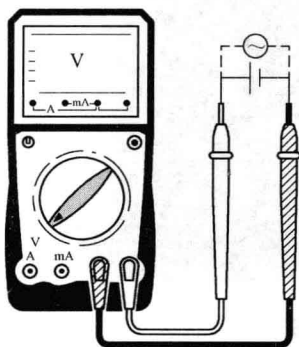

图 1-8 交、直流电压测量
- 1) 根据电压的大小选择适当的电压测量量程, 如图 1-8 所示。